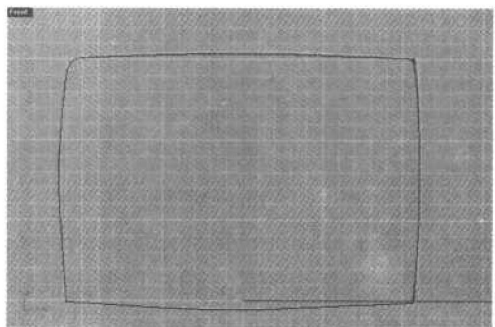

图 1.7 生成过渡曲线
- (7) 单击鼠标右键选择 **Points Off** (关闭控制点) 工具或按 **F11** 键关闭控制点。我们要用这 4 条曲线制作寻呼机的外形，但是它们之间的连接太突兀了，需要进行平滑的过渡。单击 **Fillet** (倒角) 工具，在命令栏中输入 2，单击鼠标右键确定，点选最左边的线条，再选最上面的线条，两条线之间生成了过渡曲线，如图 1.7 所示，此时的曲线应该是黄色被选择状态。